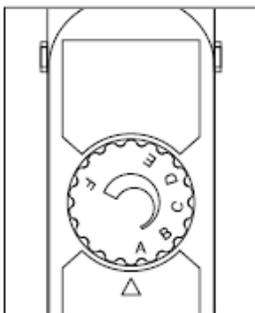

Fig. 7
6. SELECTOR DEL SENTIDO ROTACIÓN (Fig. 7)
El selector del sentido de rotación determina la dirección de rotación de la herramienta. Para seleccionar la rotación para adelante para las operaciones normales de la perforación, empujar el selector como se muestra (fig. 7).